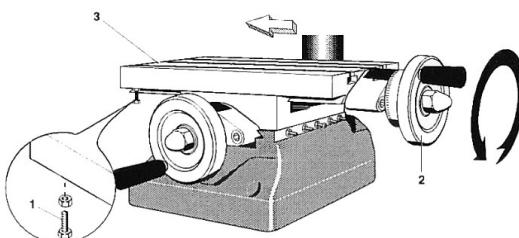

Fig. 9
- Anschlagschraube 1 (Fig. 9) herausdrehen und Handrad 2 entgegen Uhrzeigersinn drehen, bis der Oberschlitten 3 abgenommen werden kann.
- Unscrew the stop screw 1 (Fig. 9) and turn the hand wheel (2) counter-clockwise, until the upper slide (3) can be taken off.
- Dévisser la vis de butée 1 (fig. 9) et tourner le volant (2) dans le sens contraire des aiguilles de montre jusqu'à ce que le chariot supérieur (3) puisse être déposé.
- Svitare la vite d'arresto 1 (fig. 9) e girare il volantino (2) in senso antiorario finché la slitta superiore (3) può essere estraata.